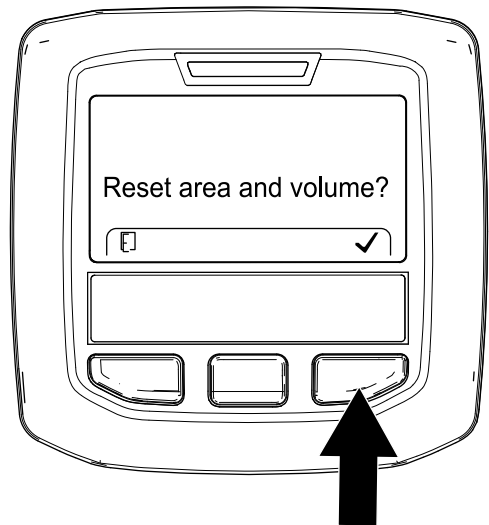

Bild 110
6. Drücken Sie im Bildschirm FLÄCHE UND VOLUMEN ZURÜCKSETZEN die rechte InfoCenter-Taste (Bild 110).